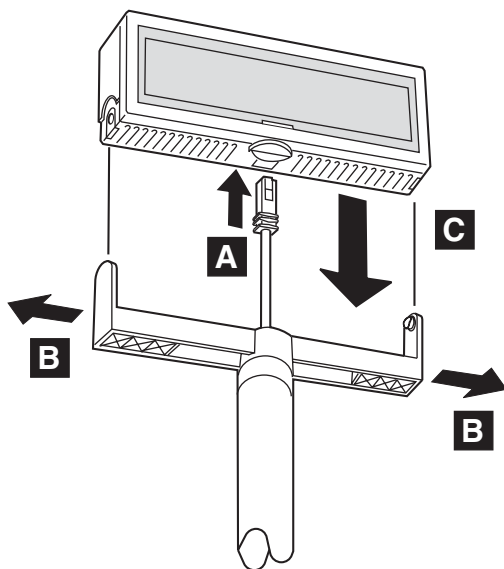

图 60. 在臂上放置显示器
3. 将显示器电缆（第 66 页的图 60 中的 **A**）连接到显示部件。轻轻展开显示器上的臂（**B**），然后安装显示部件（**C**）。